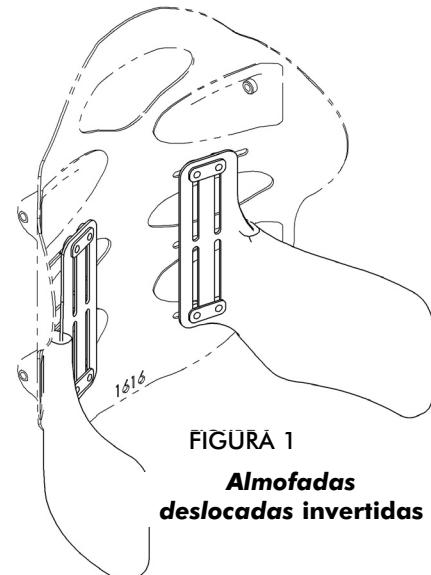

FIGURA 1
- OS APOIOS LATERAIS PODEM SER MONTADOS AO CONTRÁRIO NOS LADOS OPOSTOS PARA PROVIDENCIAR UM APOIO INFERIOR – VER A FIGURA 1